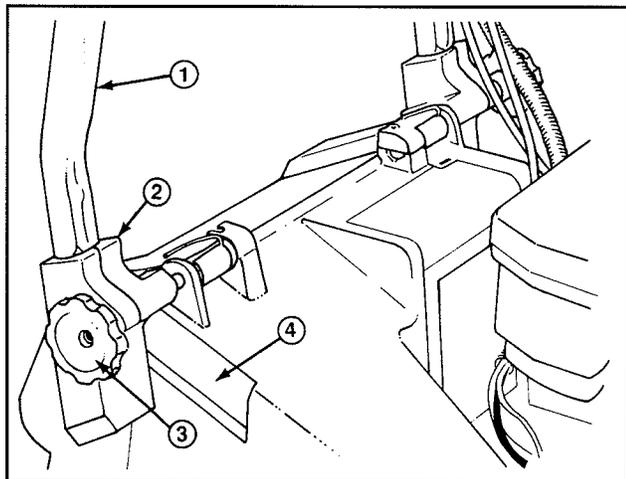
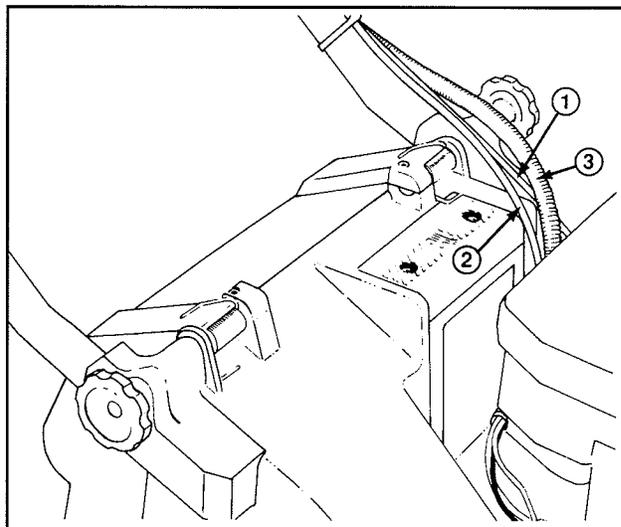

Abbildung 1
Abbildung 2
1. MONTAGE—Drehknöpfe auf der Gestängehalterung lockern (Abb. 1).
3. Die Enden der Griffstange in die Löcher der Gestängehalterung schieben bis sie sicher gehalten werden (Abb. 1). Sicherstellen, daß die Gaszug-, das Elektrostart- (Startschlüssel-Modell) und das Antriebskabel an der Gestängehalterung links oben sind (Abb. 2).
4. Den Griff und die Gestängehalterungen nach hinten schwenken bis die Rastklinken sicher in den Gehäuseerasten gehalten werden (Abb. 2).